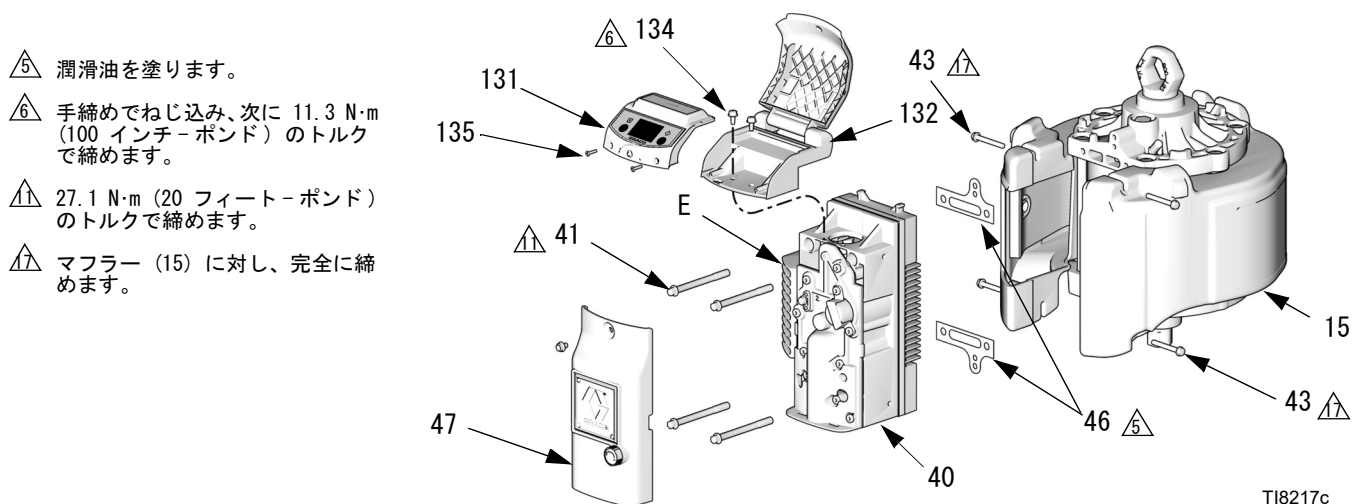

図 9. エアバルブの取り外し (DataTrak モジュール付きでモデルを图示)
4. 図 9 を参照してください。外側バルブカバー (47) を外します。
- a. **DataTrak モデル**：ネジ (135) 2 本を外します。DataTrak モジュール (131) を注意深く取り外します。14 ページを参照してください。ランナウェイソレノイドとセンサーケーブルの接続をモジュール板から外します。2 本のネジ (134) を外し、注意しながらハウジング (132) をエアバルブから滑らせて外します。
7. 図 9、21 ページを参照してください。ガスケット (46) を潤滑し、エアバルブ (40) の後の穴に合わせていることを確認します。エアバルブを取り付けます。ネジ (41) を取り付け、および 27.1 N・m (20 フィート・ポンド) のトルクで締めます。ネジ (43) を手で通し、マフラー (15) にネジを完全に締め付けます。
- ⚠ **重要:** スプリング (S) を永久的に変形させないでください。支障を避けるため、スプリングをピストン (119) に対して完全に締まっている必要があります。